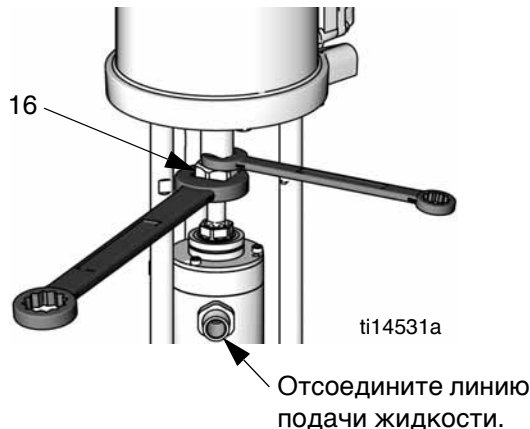

Рис. 26. Ослабление соединительной гайки
2. Отсоедините линию подачи жидкости от выпускного отверстия насоса. См. Рис. 26.
3. **Насосы Merkur.** Снимите щиток для соединительных стержней (26).